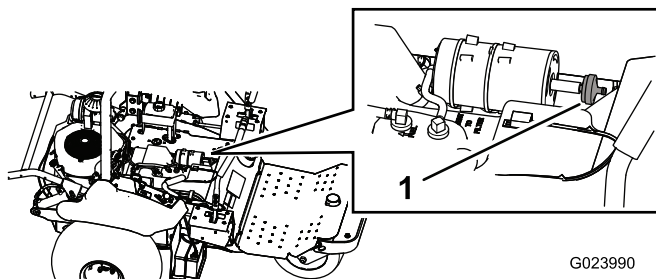

Figura 47
2. Desconecte el filtro del cartucho de carbón (Figura 47).